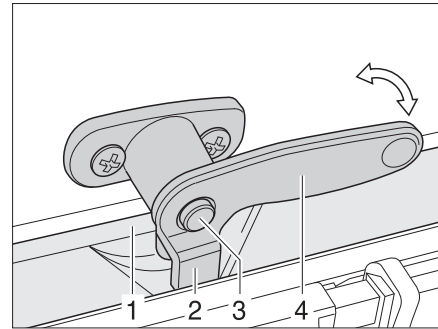

Fig. 72 Levier de verrouillage avec bouton de sécurité en position "fermée"
- Si présent, enfoncer le bouton de sécurité (Fig. 72,3) et le maintenir enfoncé.